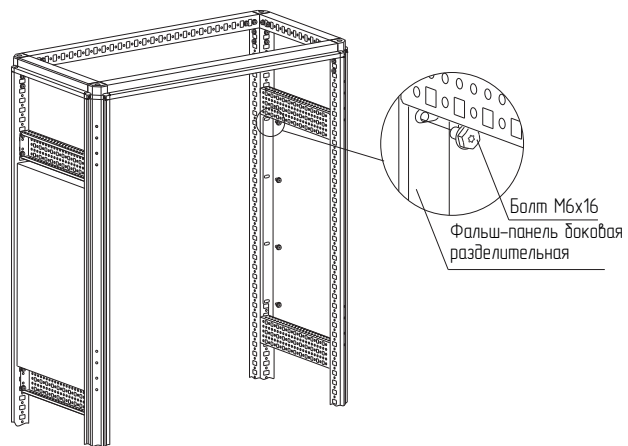

Рисунок 41
– вариант 1. Болтами М6×16 (рисунок 41). Момент затяжки – 7 Н·м. Болты приобретаются отдельно;